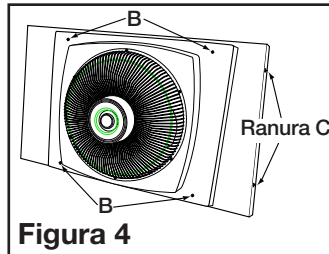

Figura 4
3. Afloje los 4 tornillos "B" y extienda los paneles a cada lado del alojamiento hasta que el ventilador ajuste exactamente entre el contramarco izquierdo y derecho de la ventana (**Figura 4**).